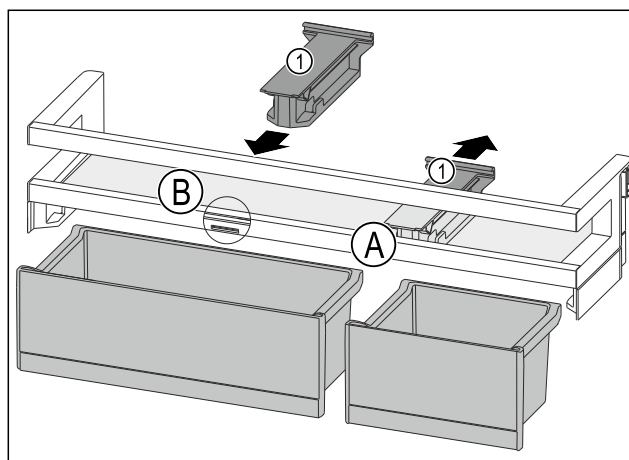

Fig. 97
- ▶ 将定位件 Fig. 97 (1) 向后拉至位置 Fig. 97 (A)。
- ▶ 将定位件 Fig. 97 (1) 插入至位置 Fig. 97 (B)。